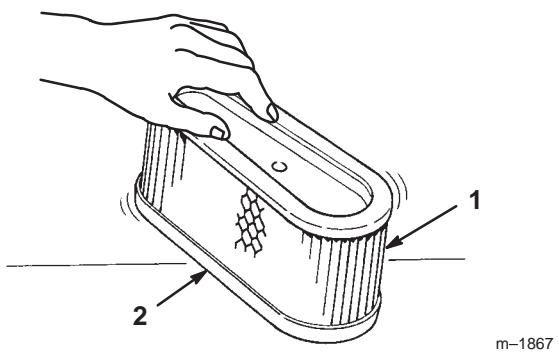

Bild 22
- A. Klopfen Sie den Einsatz leicht auf eine flache Unterlage, um Staub und Schmutz zu beseitigen (Bild 22).